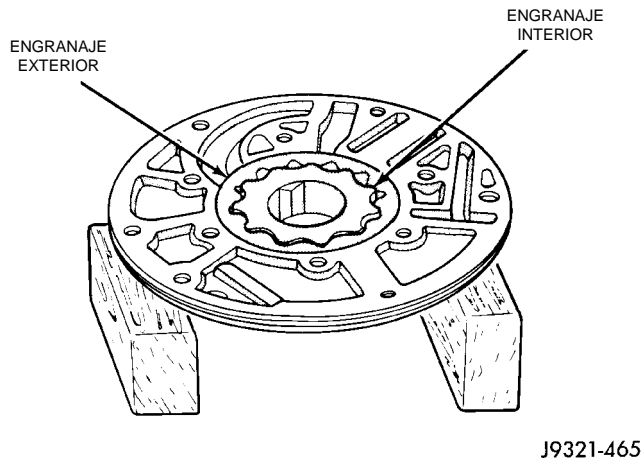

Fig. 159 Instalación del engranaje interior de la bomba
(5) Instale el engranaje interior de la bomba (Fig. 159).